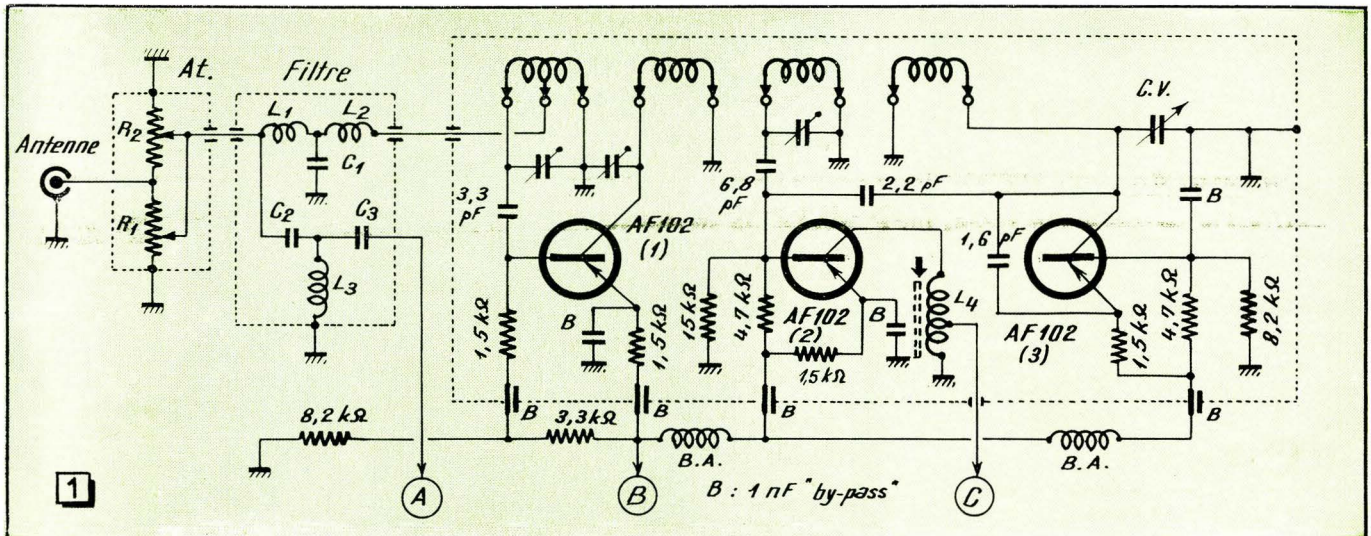

Fig. 1. — Atténuateur d'entrée, filtres V.H.F. et U.H.F., ainsi que le sélecteur de canaux V.H.F.
La figure 1 représente la partie V.H.F. et U.H.F. de l'appareil, mais nous avons jugé inutile d'y faire figurer le tuner U.H.F., équipé de deux transistors AF 139. L'atténuateur d'entrée, constitué par les potentiomètres R₁ et R₂ et dont le cadran est sommairement gradué en multiples de 50 μV , est suivi par un ensemble de filtres : passe-bas (L₁-C₁-L₂) pour la V.H.F.; passe-haut (C₂-L₃-C₃) pour la U.H.F., qui est dirigée par (A) vers l'entrée du tuner.
Le signal V.H.F., lui, est amené vers l'entrée d'un sélecteur de canaux à trois transistors et à 13 positions (fig. 1). Ce sélecteur est normalement équipé de 11 barrettes, correspondant aux canaux TV 2, 4, 5, 6/7, 8, 9, 10/11 et 12, ainsi qu'à 3 canaux FM, au choix. Deux positions restent libres, permettant l'adjonction éventuelle de deux canaux supplémentaires, TV ou FM. Un vernier (marqué C.V. sur le schéma) permet, pratiquement, de couvrir sans trou toute la bande III.